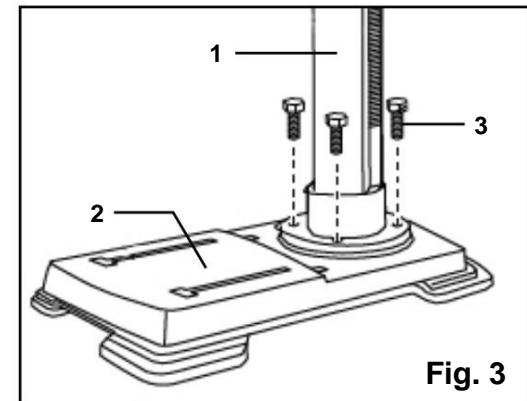

Fig. 3
ATT FÄSTA KOLONNEN PÅ BASSEN (FIG. 3)
1. Placera pelarmonteringen (fig. 3 - 1) på basen (fig. 3 - 2) och rikta in pelarstödshålen mot bottenhålen.
2. Installera en sexkantskruv (fig. 3 - 3) i varje pelarstödshål och dra åt bultarna med den justerbara skiftnyckeln (ingår ej).